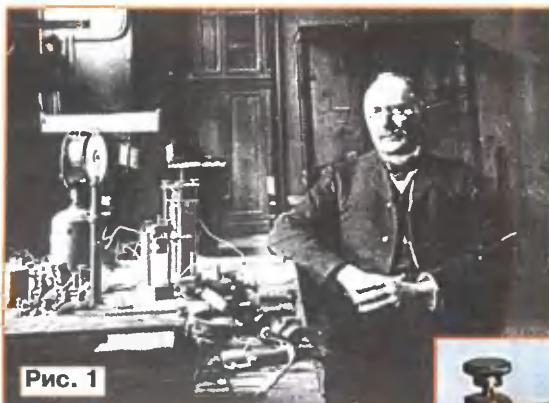
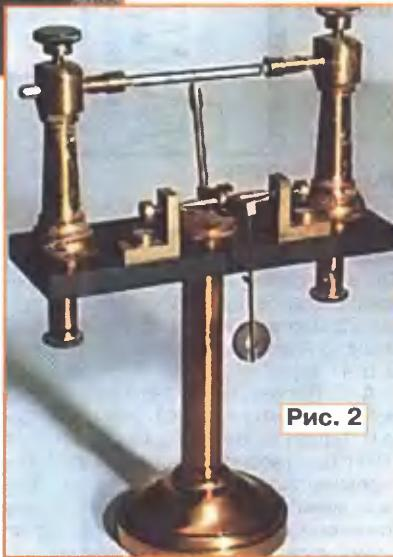
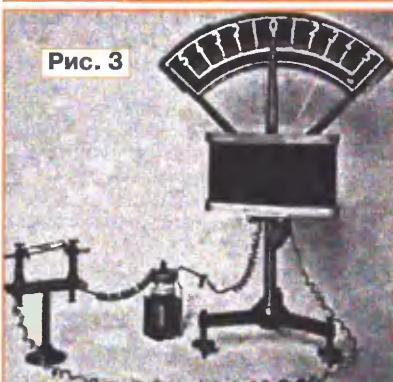
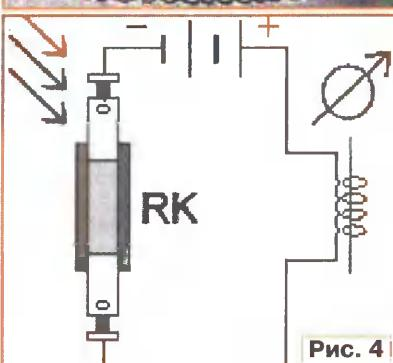

Рис. 1
Рис. 2
Рис. 3
Рис. 4
Разработанную конструкцию стеклянной трубы с металлическим наполнителем Бранли назвал радиокондуктором (RK), т. е. проводником приходящих излучений. Дошедшее до наших дней фото Бранли в лаборатории представлено на рис. 1, радиокондуктора — на рис. 2, радиокондуктора в цепи с гальванометром и батареей — на рис. 3. На рис. 4 изображена схема электрических испытаний. Чтобы нейтрализовать шунтирующее действие батареи питания на радиокондуктор, Бранли помещал в цепь проволочные резисторы с обычной (виток к витку) намоткой на каркасе, поэтому обладающие некоторой индуктивностью (рис. 5). Отдельные исследователи творчества Бранли принимают их за элементы селекции.